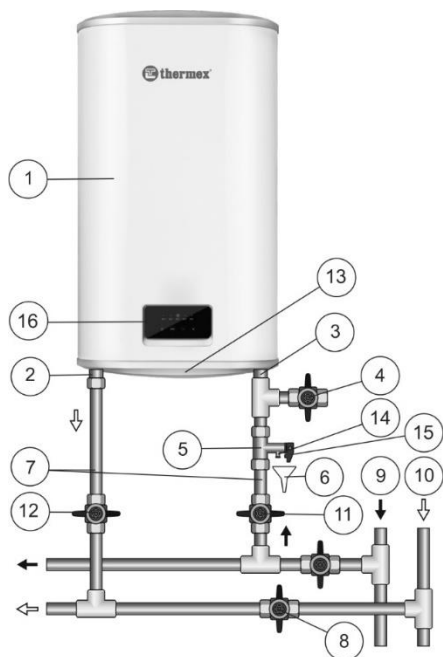

Рисунок 1. Схема подключения ЭВН к водопроводу в вертикальном положении
Внутренний бак изготавливается из высококачественной нержавеющей стали с содержанием титана, что обеспечивает высокую коррозионную стойкость и, как следствие, длительный срок эксплуатации. Пространство между внешним корпусом и внутренним баком заполнено пенополиуретаном - современной, экологически чистой теплоизоляцией, обладающей наилучшими характеристиками теплосбережения. Модели Bravo имеют два резьбовых патрубка: для входа холодной воды (Рис. 1, п. 3) с синим кольцом и выхода горячей воды (Рис. 1, п. 2) - с красным кольцом. На лицевой стороне ЭВН во всех моделях находится панель управления (Рис. 1, п. 16).
Предохранительный клапан (Рис. 1, п. 5) выполняет функции обратного клапана, препятствуя попаданию воды из водонагревателя в водопроводную сеть в случаях падения в последней давления и в случаях возрастания давления в баке при сильном нагреве воды, а также функции защитного клапана, сбрасывая избыточное давление в бак при сильном нагреве воды. Во время работы водонагревателя вода может просачиваться из выпускной трубы предохранительного клапана для сброса излишнего давления, что происходит в целях безопасности водонагревателя. Эта выпускная труба должна оставаться открытой для атмосферы и быть установлена постоянно вниз и в незамерзающей окружающей среде.
Необходимо обеспечить отвод воды из выпускной трубы предохранительного клапана (Рис. 1, п. 14) в канализацию, предусмотрев при монтаже ЭВН соответствующий дренаж (Рис. 1, п. 6).
Необходимо регулярно (не реже одного раза в месяц) проводить слив небольшого количества воды через выпускную трубу предохранительного клапана в канализацию для удаления известковых осадков и для проверки работоспособности клапана. Для открывания клапана он снабжен ручкой (Рис. 1, п. 15). Необходимо следить, чтобы во время работы ЭВН эта ручка находилась в положении, закрывающем слив воды из бака.
Установить предохранительный клапан (Рис. 1, п. 5) на входе холодной воды (Рис. 1, п. 3), помеченном синим кольцом, закрутив на 3,5 - 4 оборота, обеспечив герметичность соединения любым уплотнительным материалом (льном, лентой ФУМ и др.).
- В вертикальном положении в соответствии с Рис. 1 с выходом патрубков снизу